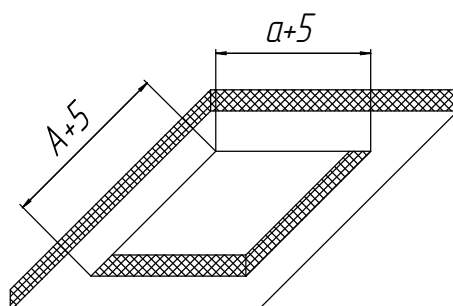

Рисунок 2 - Размеры ниши для установки светильника.
6.3 Вырежьте в потолке нишу с соответствующими размерами (см. рисунок 2).